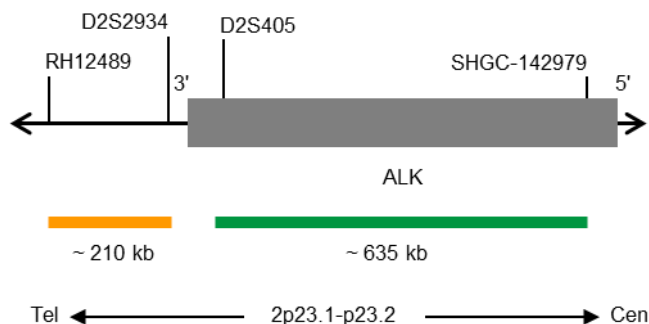

Fig. 1: SPEC ALK Mapa da sonda (não à escala)
- Polinucleótidos marcados com ZyGreen (excitação 503 nm/emissão 528 nm) (~10 ng/ $\mu$ l), que têm como alvo sequências mapeadas em 2p23.1-p23.2\* (chr2:29,460,144-30,095,822) proximais à região do ponto de quebra ALK (ver Fig. 1).
- Polinucleótidos marcados com ZyOrange (excitação 547 nm/emissão 572 nm) (~4,5 ng/ $\mu$ l), que têm como alvo sequências mapeadas em 2p23.2\* (chr2:29,174,204-29,383,335) distal à região do ponto de quebra ALK (ver Fig. 1).